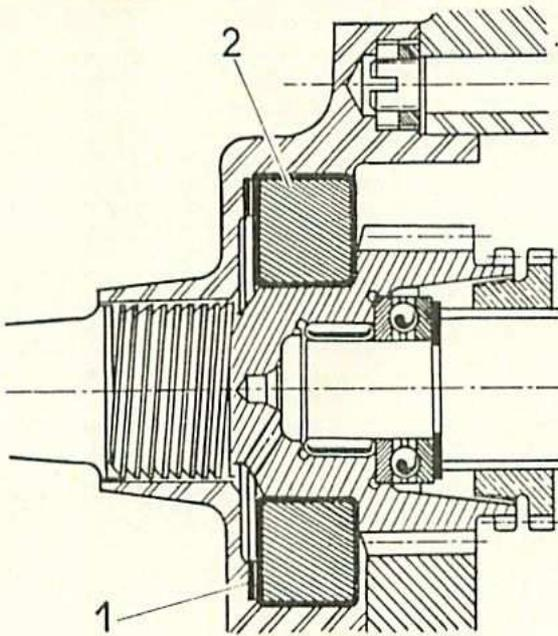

Fig. 37. — Liaison pignon de transmission - arbre pignon d'angle.
- Monter, dans le couvercle avant, une rondelle de 0,5 mm (1) (fig. 37) et la bague de réglage (2) DIB-A (faux roulement) correspondant au roulement du pignon de transmission.
Les rondelles de calage (1) (fig. 37) déterminées lors du « réglage du jeu latéral du pignon de transmission » étant en place dans le carter ainsi que la bague DIB-B (2) et l'arbre intermédiaire, orienter le carter dans sa position normale.